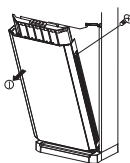

Fig. 9
1. Come illustrato in Fig. 9, estrarre la striscia decorativa in posizione 1 e quindi svitare le viti. Togliere le viti che fissano il filtro dopo aver aperto il pannello di vetro. Infine estrarre il filtro in direzione della freccia in posizione 3.